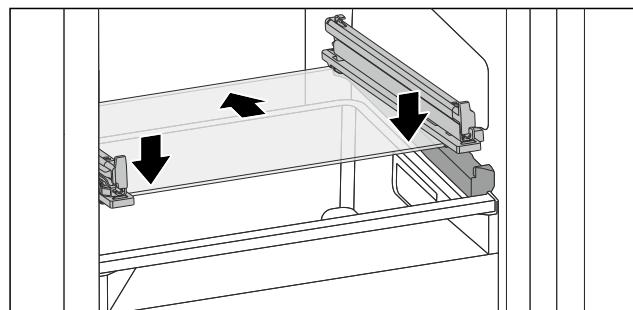

Fig. 108 可倾倒抽屉的玻璃隔板
- ▶ 将玻璃隔板斜放在止动器后面。（参见 Fig. 108）